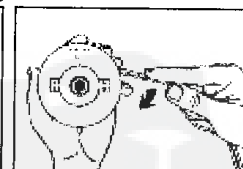

Fig. 9C
5. Enroulez la corde coupante en sens des aiguilles d'une montre sur la bobine, selon le dessin Fig. 9C. Veillez à ce que la corde soit bien tendue et à ce que les deux moitiés de la corde sont mises dans les douilles respectives de la bobine. Enroulez la corde jusqu'à la longueur restante de 6" (15 cm).